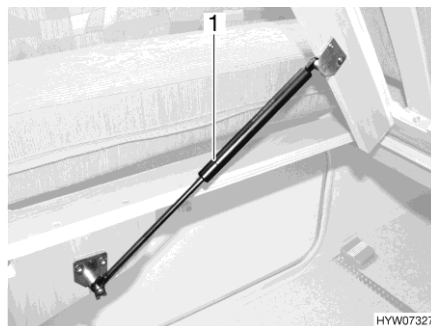

Bild 91 Fast säng
■ Lyft ribbotten. Gasfjädrarna (Bild 91,1) håller kvar ribbotten i öppet läge.